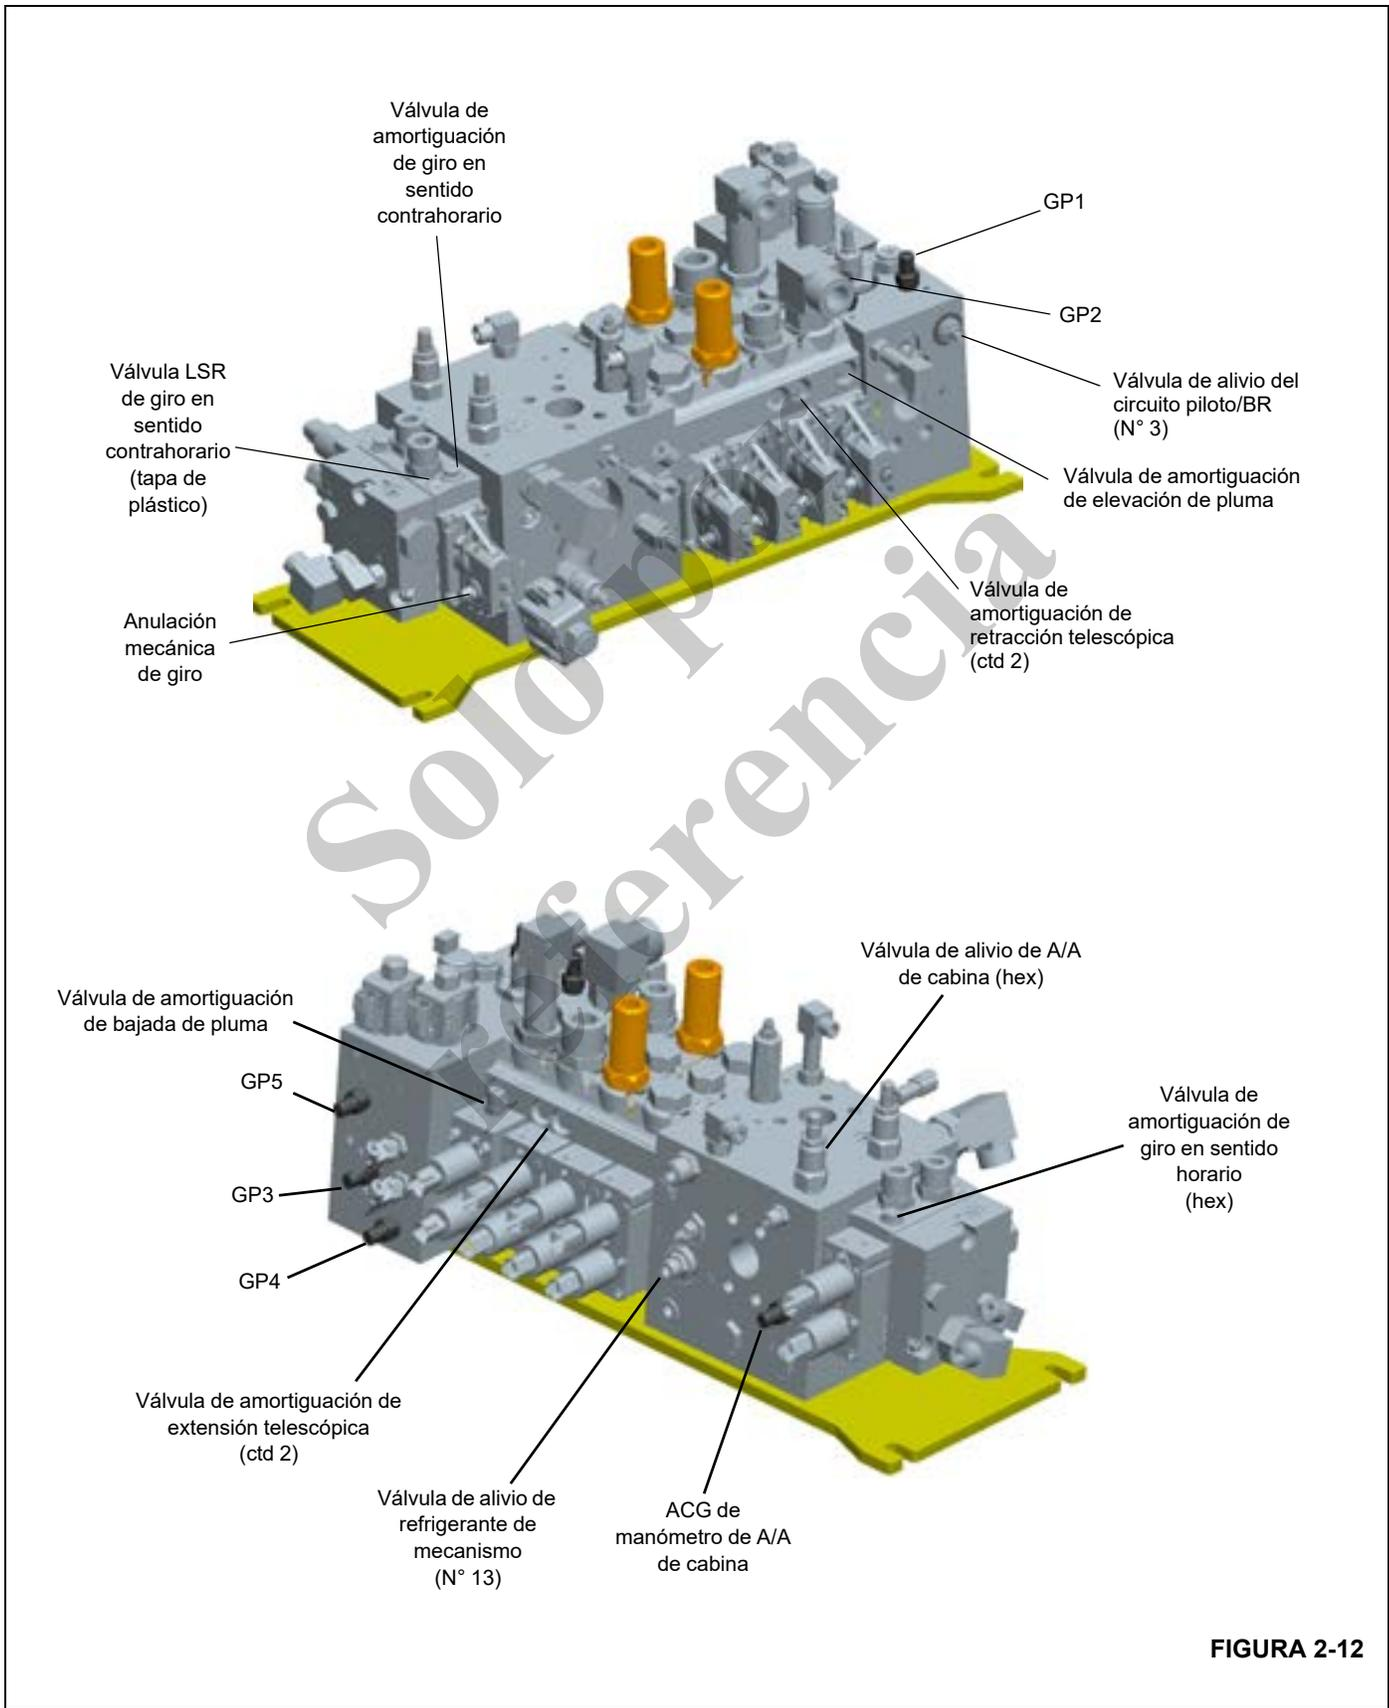

FIGURA 2-12
- La elevación de pluma tiene una sola válvula de amortiguación en la sección de la válvula con un ajuste fijo de 280 bar (4061 psi) como se muestra en la Figura 2-12.
- La bajada de pluma tiene una sola válvula de amortiguación en la sección de la válvula con un ajuste fijo de 140 bar (2031 psi) como se muestra en la Figura 2-12.
- La función de extensión telescópica tiene dos válvulas de amortiguación en la sección de la válvula y cada una tiene un ajuste de 175 bar (2538 psi) como se muestra en la Figura 2-12.
- La función de retracción telescópica tiene dos válvulas de amortiguación en la sección de la válvula y cada una tiene un ajuste de 140 bar (2031 psi) como se muestra en la Figura 2-12.
- Las funciones de giro en sentido horario/contrahorario tienen cada una solo una válvula de amortiguación en la sección de la válvula con un ajuste fijo de 210 bar (3045 psi) como se muestra en la Figura 2-12. Esto no se puede cambiar, ni ajustar, etc. Consulte los comentarios en la Sección A para verificar este ajuste en el conjunto de la válvula de amortiguación física, si tiene dudas.
- El ajuste de giro se debe fijar con la válvula de alivio de detección de carga (LSRV) para cada dirección porque esto es ajustable a la configuración de válvula de amortiguación que se mencionó antes. Estas válvulas de alivio de detección de carga se ubican debajo de los tapones redondos de plástico negro ubicados a cada lado de la sección adyacente a las válvulas de amortiguación, como se muestra en la Figura 2-11 y la Figura 2-12.
Con el freno de giro bloqueado, active la válvula con una llave de cubo de 9 mm en la leva del carrete (Figura 2-12). Al tirar de la llave hacia arriba se ajusta el giro en sentido contrahorario y al empujarla hacia abajo se ajusta el giro en sentido horario.
- El acondicionador de aire de la cabina tiene una válvula de alivio única en el colector de entrada central de la válvula de control de sentido con un ajuste de 100 bar (1450 psi) como se muestra en la Figura 2-12.
- Instale un manómetro con capacidad mínima de 345 bar (5000 psi) en la lumbrera para manómetro ACG en el colector de entrada central de la válvula de control (Figura 2-12).
- El circuito de suministro piloto tiene una válvula de alivio única en el colector de entrada de la válvula de control de sentido con un ajuste de 21 bar (300 psi) como se muestra en la Figura 2-12.
- a. Instale un manómetro con capacidad mínima de 69 bar (1000 psi) en la lumbrera para manómetro GP5 en el colector de entrada de la válvula de control (Figura 2-12).
1. El circuito de liberación del freno de giro tiene una válvula de alivio única en el colector de entrada de la válvula de control de sentido con un ajuste de 21 bar (300 psi) como se muestra en la Figura 2-12.
- a. Instale un manómetro con capacidad mínima de 69 bar (1000 psi) en la lumbrera para manómetro GP4 en el colector de entrada de la válvula de control (Figura 2-12).
1. El circuito de aplicación del freno de giro se controla por medio de una válvula de solenoide proporcional que se ilustra en la Figura 2-12 y no se puede ajustar.
- a. Instale un manómetro con capacidad mínima de 69 bar (1000 psi) en la lumbrera para manómetro GP3 en el colector de entrada de la válvula de control. Vea la Figura 2-12.
1. El circuito de refrigerante del mecanismo tiene una única válvula de reducción en el colector de entrada central de la válvula de control de sentido con un ajuste de 60 psi (4 bar) como se muestra en la Figura 2-12 (válvula de alivio de refrigerante del mecanismo N° 13).
- a. Instale un manómetro con capacidad mínima de 345 bar (5000 psi) en la lumbrera para manómetro GP2 en la válvula de control de sentido (Figura 2-12).